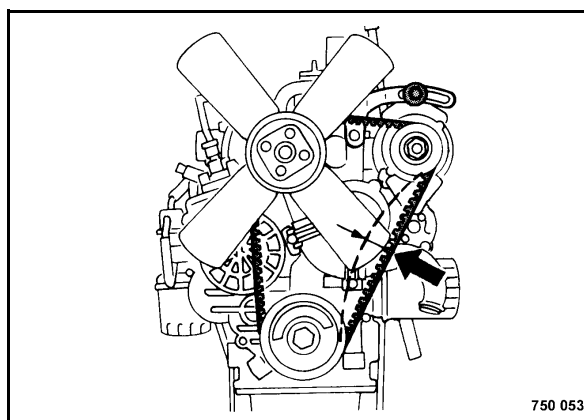

Fig. 101
- Comprobación de la correa trapezoidal (Fig. 101) de su contorno entero por defectos y grietas. Cambiar una correa trapezoidal deteriorada o desgarrada.